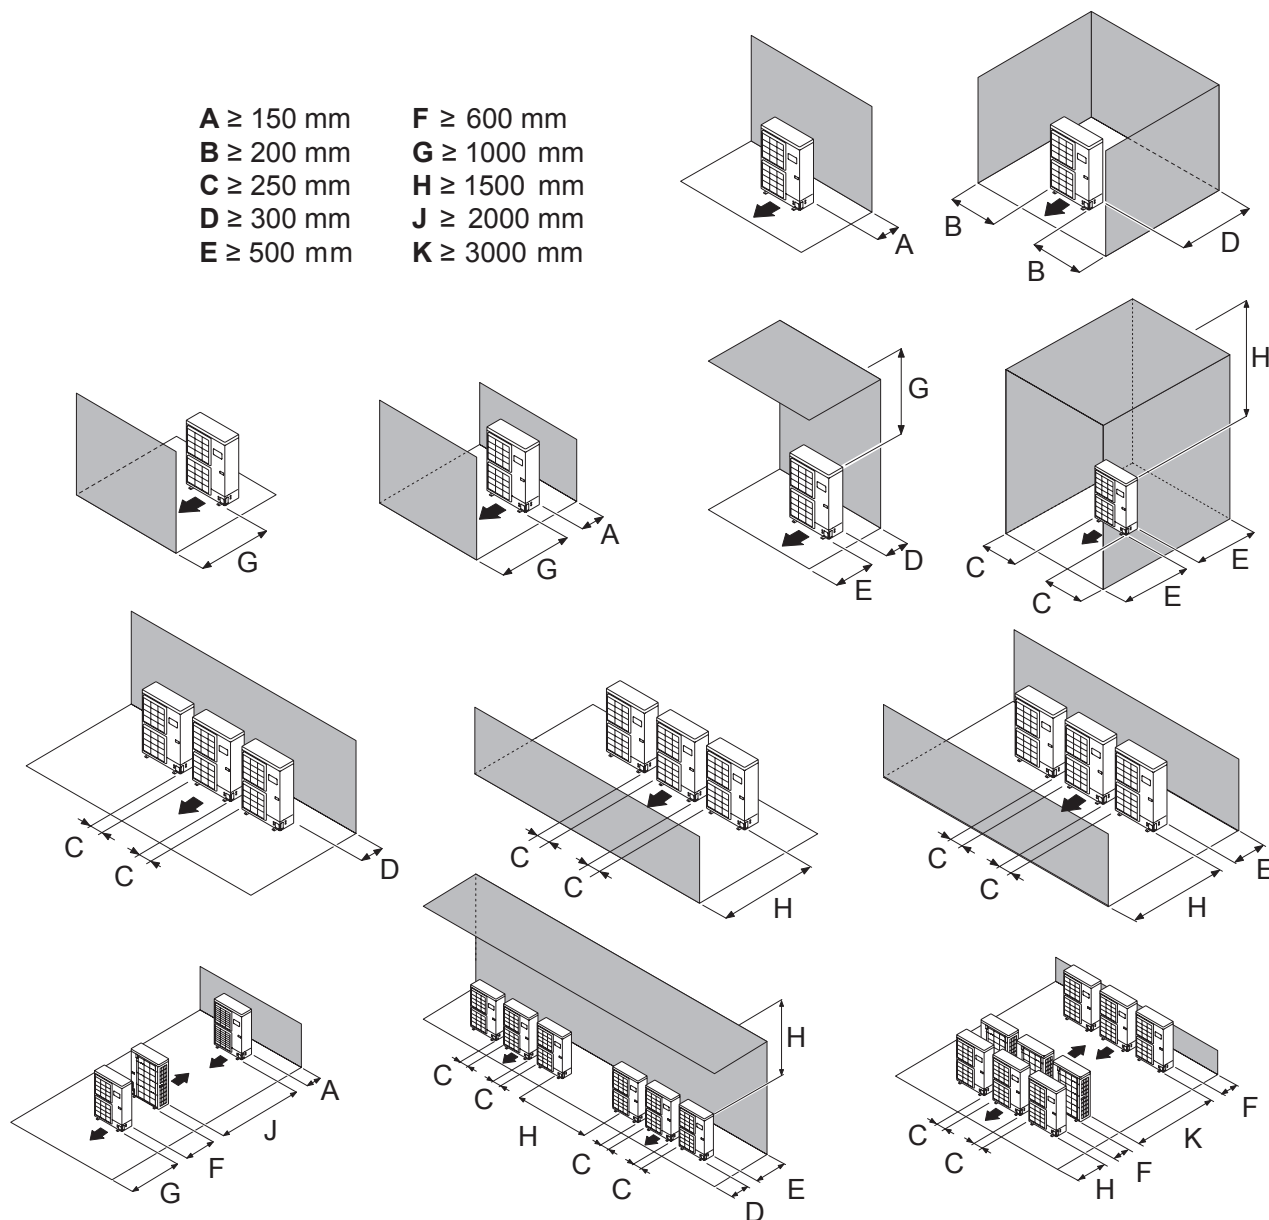

fig. 13 - Spazio minimo d'installazione intorno alle unità esterne (per tutti i modelli)
- La circolazione dell'aria attraverso l'evaporatore e in uscita dal ventilatore non deve essere ostacolata in alcun modo (fig. 13).